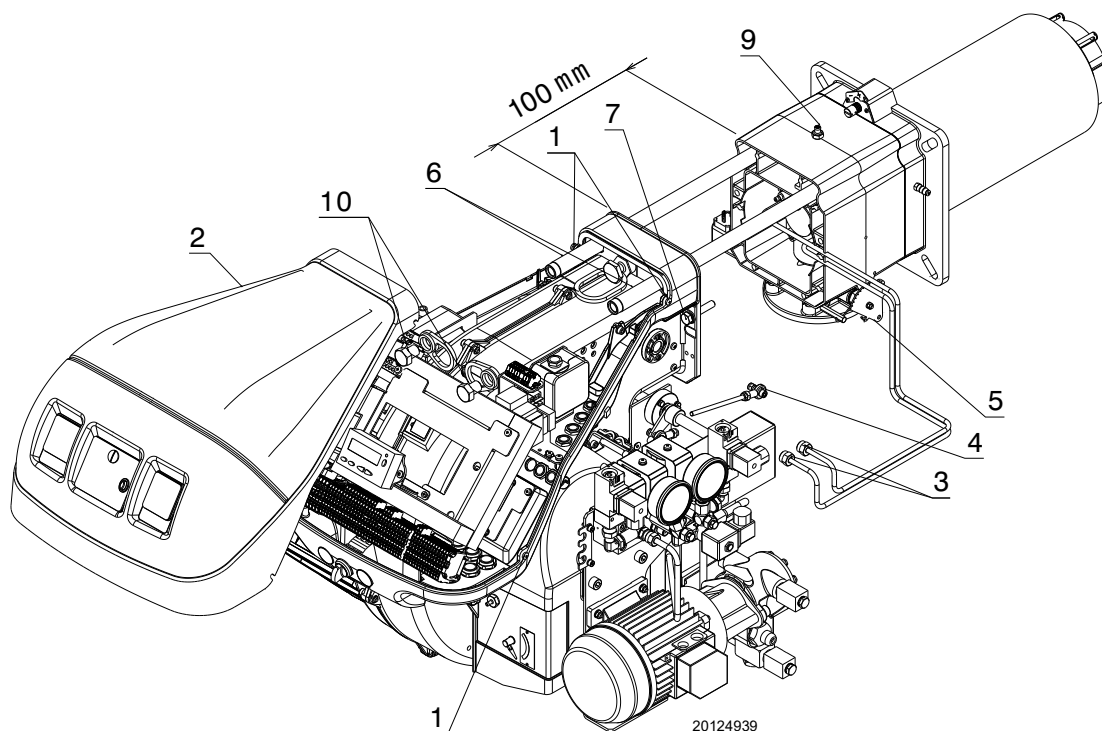

Fig. 52
- Desserrer les 4 vis 1)(Fig. 52) et déposer le capot 2).
- Revissez les vis 10)(Fig. 52) sur les glissières du brûleur.